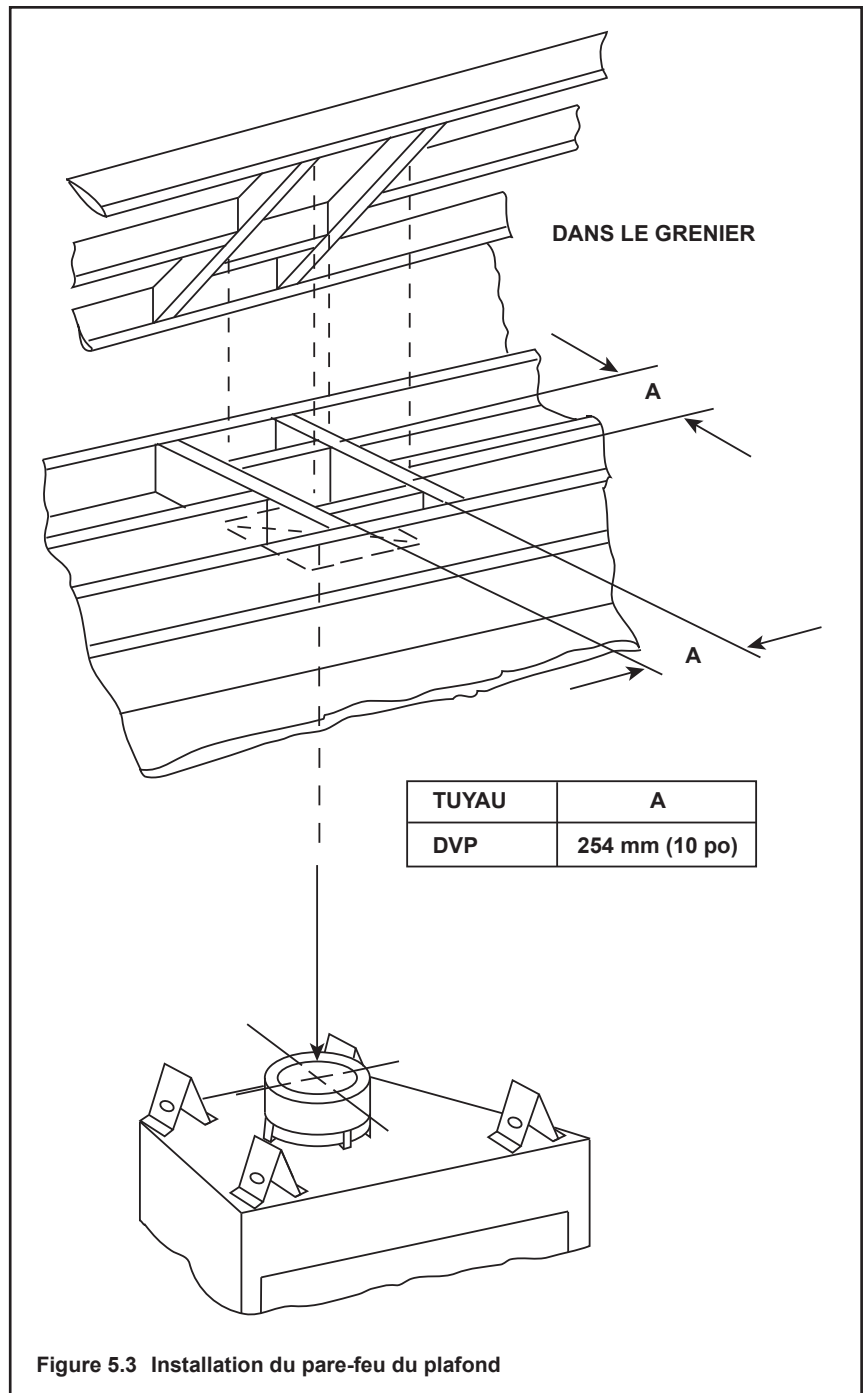

Figure 5.3 Installation du pare-feu du plafond
- **Conduit DVP seulement** – Encadrez une ouverture de 254 x 254 mm (10 x 10 po) chaque fois que le conduit d'évacuation des gaz traverse un plafond/plancher (voir la figure 5.3).